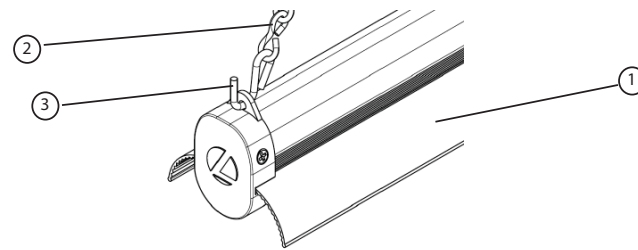

Figure 2
2. Installer deux crochets (non fournis) au plafond. Fixer le crochet en 'S' (3) à la chaîne (2), par l'ouverture sur le dessus du boîtier (1) Voir la Fig.2. Sertir les deux extrémités du crochet. Avis: La distance maximale à la prise électrique dépend de la longueur du cordon fourni.
2. Install two hooks (not supplied) in ceiling. Attach "S" hook (3) to chain (2), and through hole on top of each end of fixture (1) (See Fig.2). Crimp both ends of hook (3). Note: Maximum distance to electrical outlet is determined by the length of power cord on fixture.
2. Instalar dos ganchos (no incluidos) en el techo. Anexar el gancho 'S' (3) a la cadena (2), y a través del agujero en la parte superior de cada extremo del luminario (1) (Vea Fig.2). Cierre los dos extremos del gancho (3).